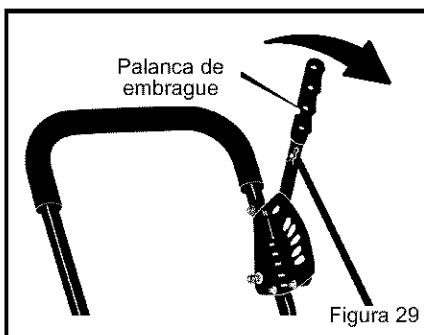

Figura 29
2. Para enganchar la cuchilla, mueva la **palanca de embrague** hacia adelante (Figura 29).